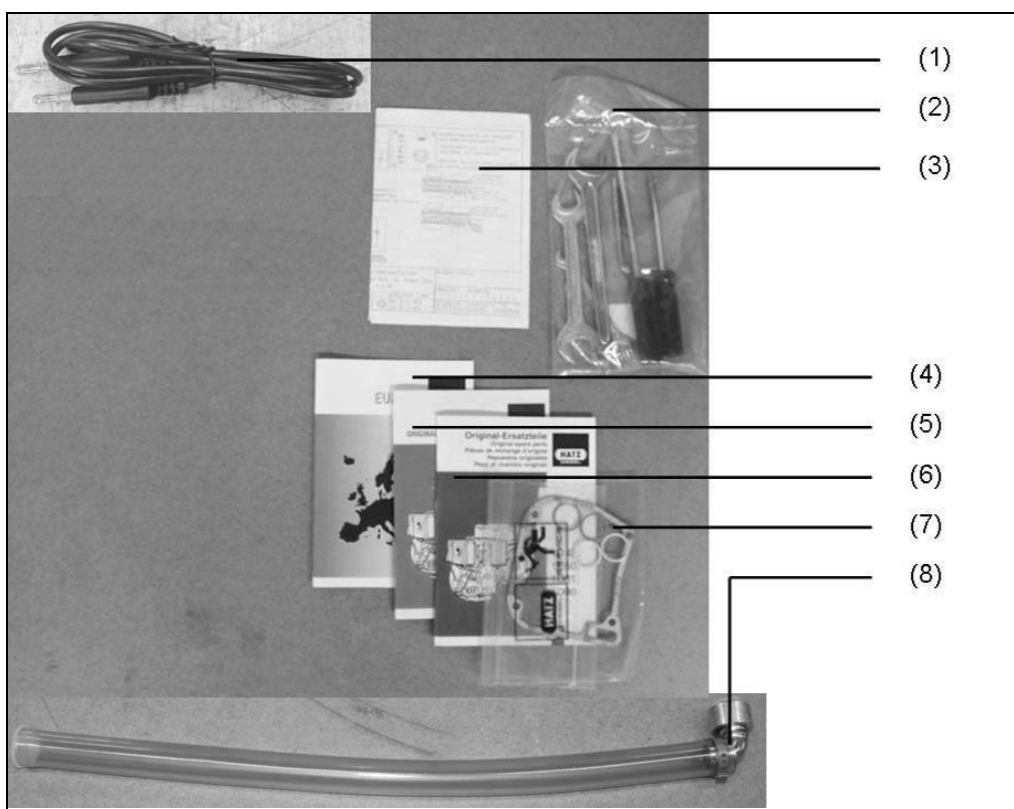

Abb. 1-1: Lieferumfang Dokumentation / Zubehör
**Die Betriebsanleitung und Wartungsvorschrift des Motor (siehe Abb. 1-1-(5)) ist integraler Bestandteil dieser Anleitung.**
- Kabel mit Prüfspitze (siehe Abb. 1-1-(1))
- Werkzeug (siehe Abb. 1-1-(2))
- Stromlaufplan Motor (siehe Abb. 1-1-(3))
- Servicestellenverzeichnis Motor (siehe Abb. 1-1-(4))
- Bedienungsanleitung Motor (siehe Abb. 1-1-(5))
- Ersatzteilliste Motor (siehe Abb. 1-1-(6))
- Ersatz-Dichtung Motor (siehe Abb. 1-1-(7))
- Schlauch Ölablass (siehe Abb. 1-1-(8))